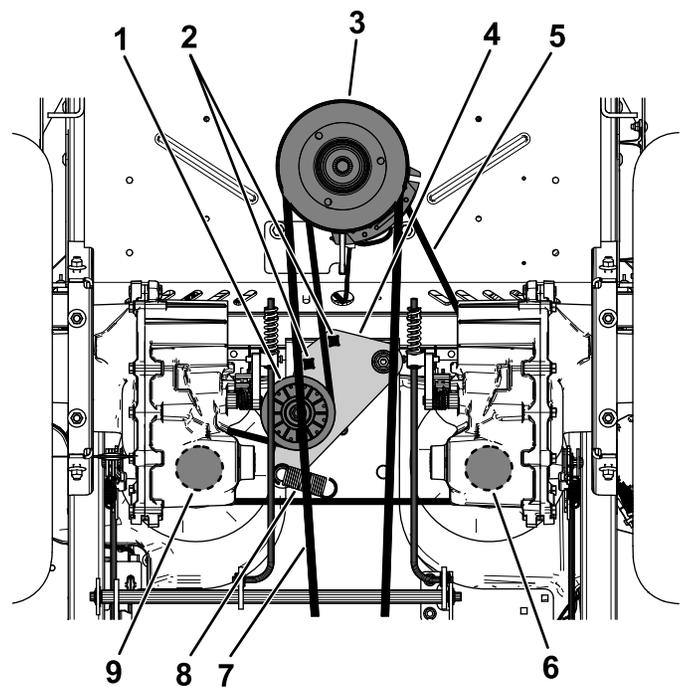

Рисунок 66
5. Вставьте ключ с храповым механизмом на $\frac{1}{2}$ дюйма или монтировку в одно из квадратных отверстий рычага натяжного ролика, чтобы снять натяжение с пружины натяжного ролика (Рисунок 66).
6. Снимите имеющийся ремень с натяжного ролика, 2 шкивов привода гидравлических насосов и шкива двигателя (Рисунок 66).
7. Проложите новый ремень вокруг натяжного ролика, шкива двигателя и 2 шкивов гидравлических насосов (Рисунок 66).